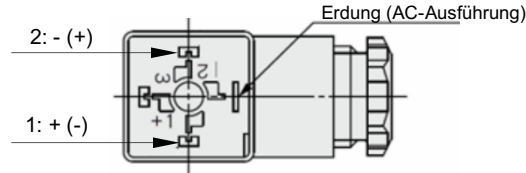

Abbildung 7. DIN-Steckerkontakte
- Ziehen Sie die Schrauben und Anschlüsse gemäß Abbildung 7 fest.